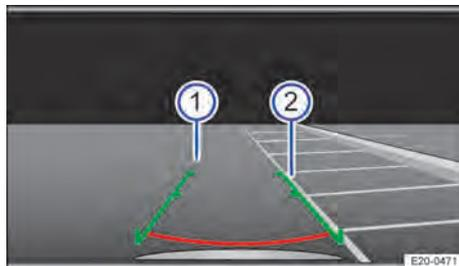

Fig. 109 Visualización en la pantalla del sistema de infotainment: buscar un hueco de aparcamiento.
1. Sitúe el vehículo delante del hueco de aparcamiento → fig. 109 ②.